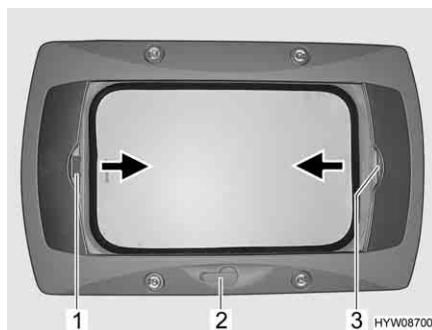

Fig. 77 Oblò a manovella
**Apertura:** ■ Ruotare la manovella (Fig. 77,2) fino a quando non si incontra resistenza.
**Chiusura:** ■ Tirare la tendina oscurante pieghevole per la maniglia (Fig. 77,3) nella direzione della freccia fino alla posizione desiderata e rilasciare. La tendina oscurante pieghevole rimane in questa posizione.
**Chiusura:** ■ Tirare la zanzariera a rullo per la maniglia (Fig. 77,1) nella direzione della freccia verso la maniglia contrapposta della tendina oscurante pieghevole (Fig. 77,3) e farla innestare.
**Apertura:** ■ Tirare la maniglia della zanzariera a rullo (Fig. 77,1) dietro, verso l'alto, e sganciare la zanzariera a rullo dalla tendina oscurante pieghevole (Fig. 77,3).